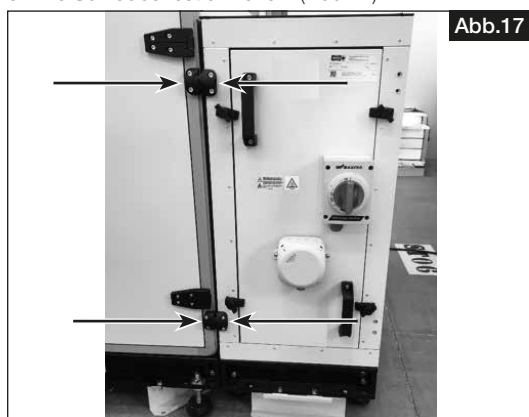

Abb.17
6. Die Schraube fest anziehen. (Abb.17).